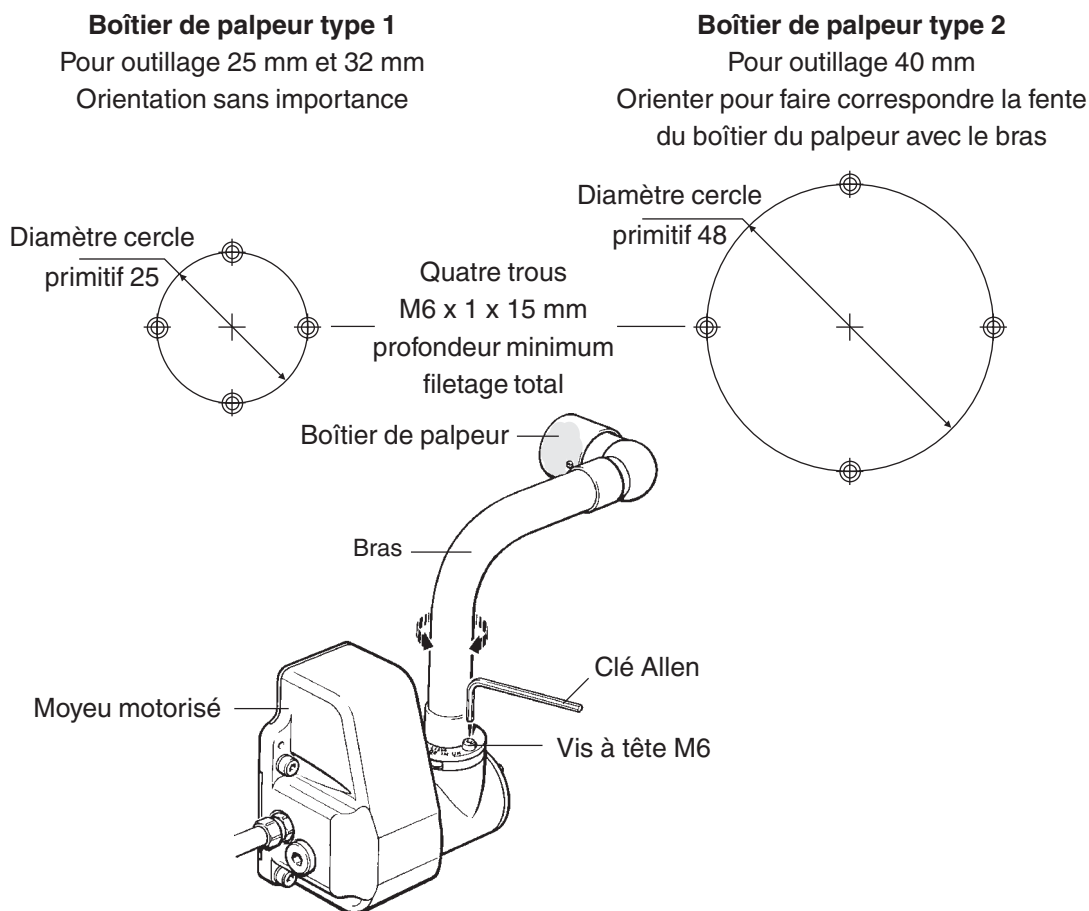

Figure 4 - Boîtier du palpeur et rotation du bras
7. Fixer le boîtier de palpeur sans le serrer sur la machine en utilisant les quatre vis M6 fournies. On peut aligner correctement le palpeur sur son boîtier en faisant tourner le bras - voir figure 4. Serrer les vis du boîtier du palpeur à un couple de 12 Nm.
- Fixer le boîtier de palpeur sans le serrer sur la machine en utilisant les quatre vis M6 fournies. On peut aligner correctement le palpeur et le boîtier en faisant tourner le bras - voir figure 4. Serrer les vis du boîtier à un couple de 12 Nm.